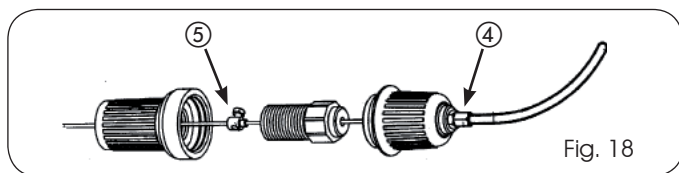

Fig. 18
5. Assembler la poignée de déverrouillage Fig. 18 en veillant à visser à fond le régulateur réf. (4);
6. Tirer le fil et serrer avec force la borne réf. (5):